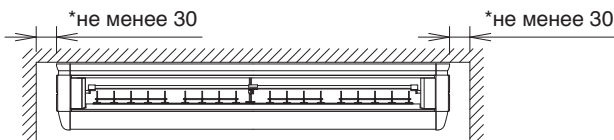

Рис. 1
- (1) Выберите место установки, которое соответствует следующим условиям и которое одобрено клиентом.
- С наличием свободного пространства, достаточного для установки и технического обслуживания. (См. рис. 1 и рис. 2)